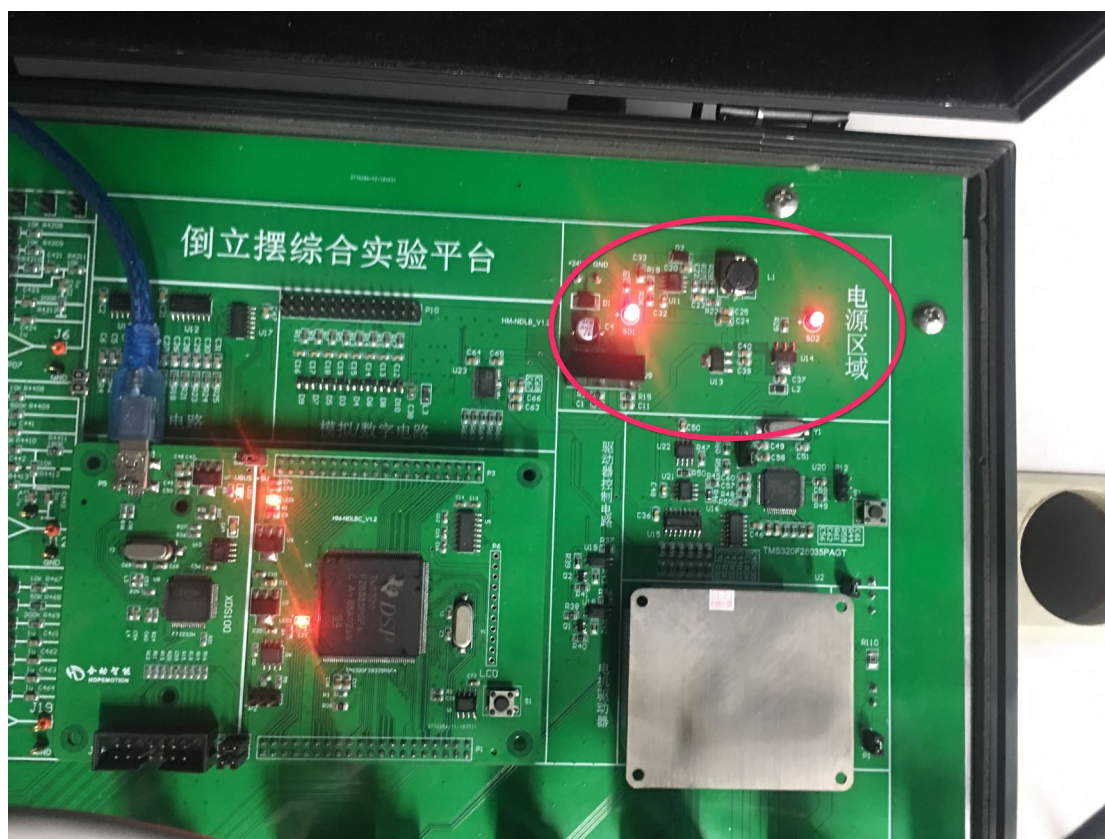

图 4-1 开启电源
4. 最后将电源打开如图 4-1 所示，电源区域 LED 灯点亮。